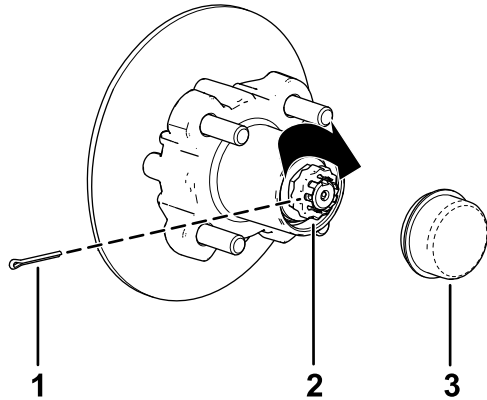

Figure 36
alignés afin de pouvoir insérer la goupille fendue (Figure 36).
9. Insérez la goupille fendue et repliez chacune de ses pattes autour de l'arrêt d'écrou (Figure 36).
10. Reposez le couvercle-moyeu sur le moyeu (Figure 36).